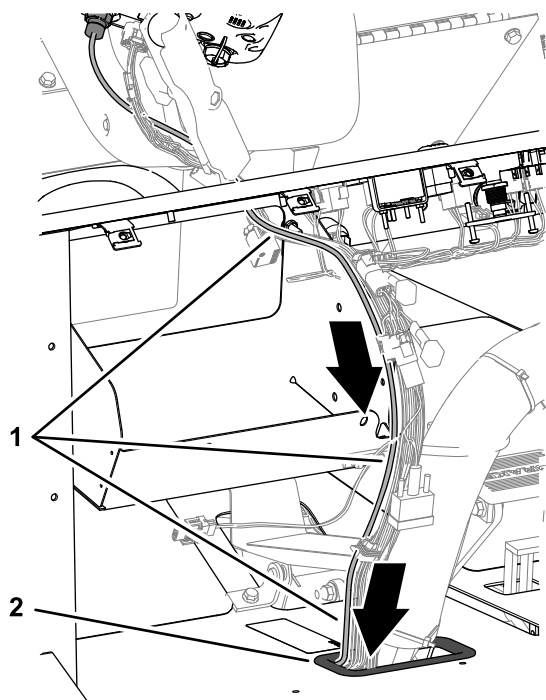

Figura 160
2. Enrute el cable de datos del módem por el arnés de cables de la máquina, y a través del anillo de goma de la chapa de suelo (Figura 160).